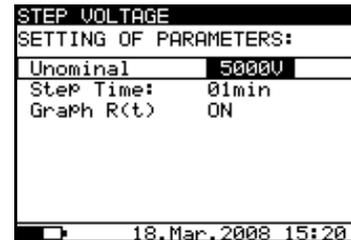

Abb. 24. Einstellmenü bei der Stufenspannungsprüfung
- Drücken Sie die Taste **SELECT**. (Das Einstellmenü (**Abb. 24**) erscheint im Display.)